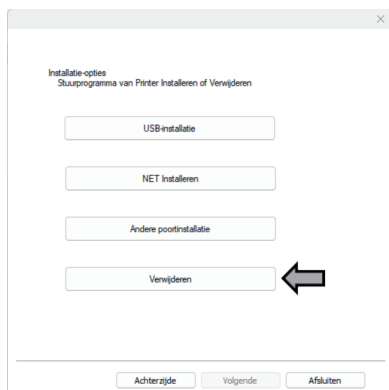

Fig.21
- ② Open de interface 'Installeren en Verwijderen', klik op de knop 'Verwijderen' en wacht tot het stuurprogramma is verwijderd (zie Afbeelding 21 en 22).